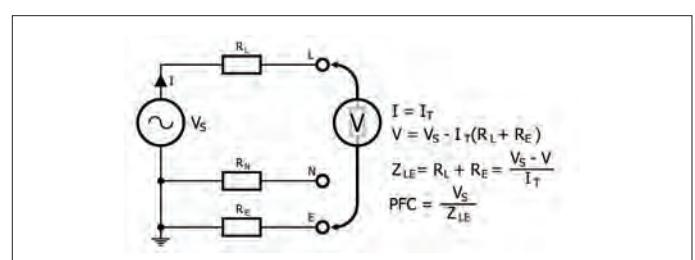

Figure 4. Calcul de l'impédance de défaut à la terre Z_S (ou Z_E) ou du courant de défaut à la terre P(E)FC.
Un testeur PSC mesure également l'impédance de la boucle de défaut à la terre Z_S ou Z_E ou le courant de défaut prospectif PFC (aussi appelé PEFC). Cela correspond à l'impédance du circuit entre les conducteurs P et (P)E en cas de court-circuit entre les deux (**fig. 4**). Une faible impédance entraînera un courant de défaut élevé, qui déclenchera rapidement les protections. Il permet également d'assurer une petite différence de potentiel entre le conducteur (P)E sur la prise et la terre sur laquelle vous vous trouvez.